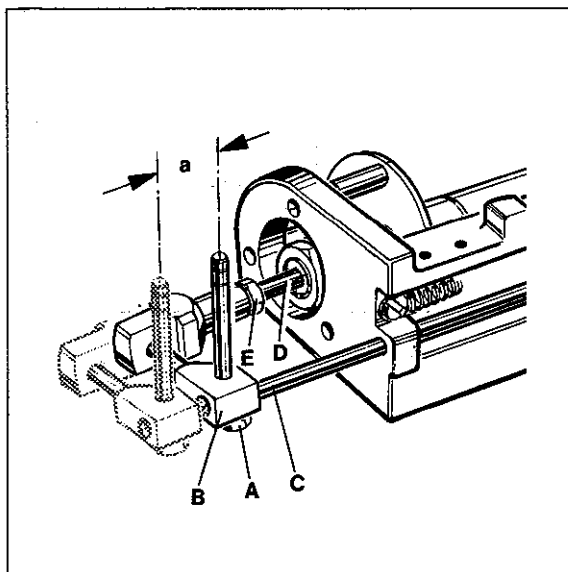

Fig.47
The stroke (a, Fig. 47) of the air cylinder has to be set for the different needle distances as shown in the following chart:
For setting remove the cloth plate. Loosen nut (A, Fig. 47) and move crosshead (B) on shaft (C) as required. Retighten nut (A).
If it is necessary to adjust piston rod (D, Fig. 47) of air cylinder to make above setting, loosen nut (E) and turn piston rod (D) accordingly. Retighten nut (E).
Der Hub (a, Fig. 47) des Luftzylinders muß für die verschiedenen Nadelabstände entsprechend folgender Tabelle eingestellt werden:
Entfernen Sie zum Einstellen die Stoffplatte. Lösen Sie die Mutter (A, Fig. 47) und verschieben Sie den Kreuzkopf (B) auf der Achse (C) entsprechend. Ziehen Sie die Mutter (A) wieder an.
Wenn es nötig ist die Kolbenstange (D, Fig. 47) des Luftzylinders zu verstellen um obige Einstellung vorzunehmen, lösen Sie die Mutter (E) und verdrehen Sie die Kolbenstange (D) entsprechend. Ziehen Sie die Mutter (E) wieder an.